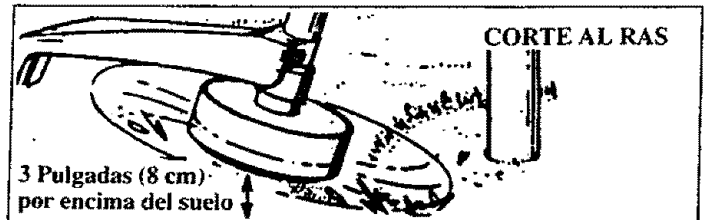

Figura 10
2. **CORTANDO AL RAS** - FIGURA 10. La técnica de corte al ras elimina la vegetación indeseable. Mantenga la parte inferior del cabezal de corte a unas 3 pulgadas por encima del piso y a un ángulo. Permita que la punta de la línea golpee el piso alrededor de árboles, postes, monumentos, etc. Esta técnica aumenta el desgaste de la línea.